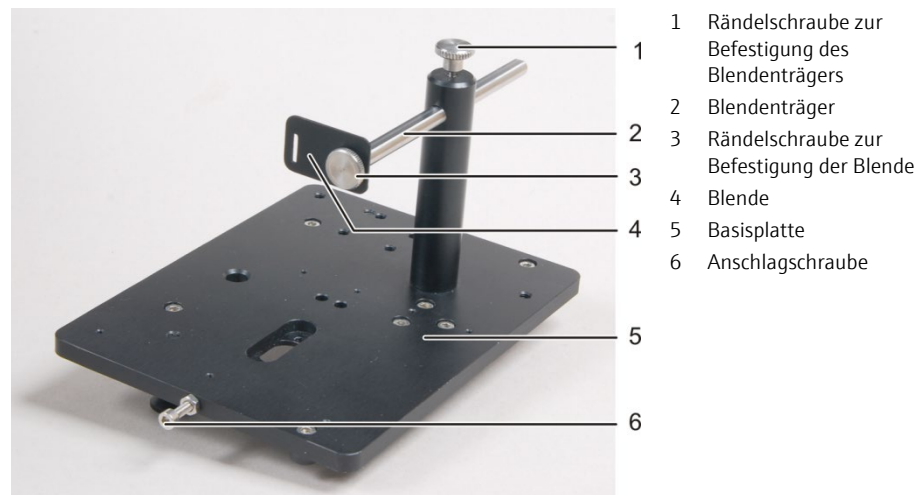

Abb. 108 Basisplatte mit Blende
3. Die Rändelschraube (1 in Abb. 108) lockern und die Blende möglichst nah an die Probe schieben. Die Rändelschraube festschrauben.
- Die Rändelschraube (2 in Abb. 108) lockern und die Blende verschieben, bis der optische Strahl optimal die Probe trifft.